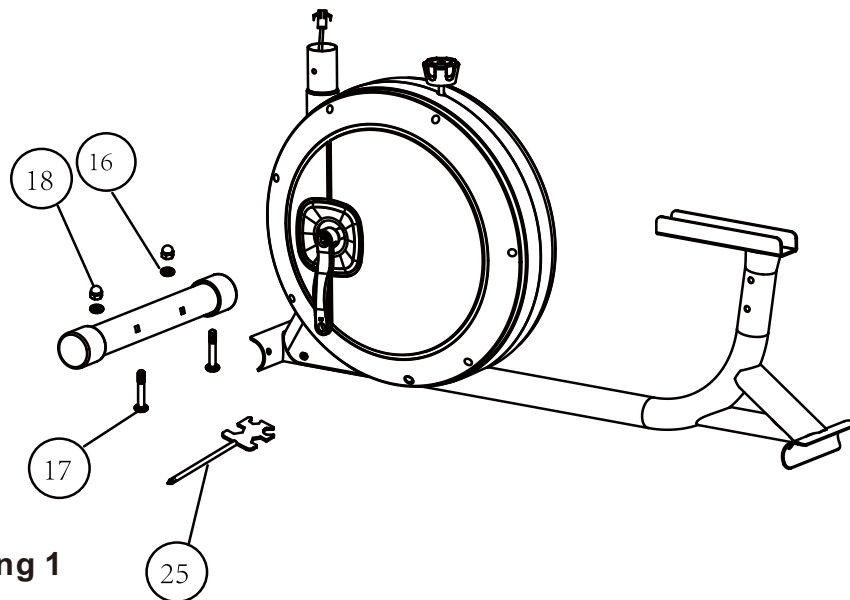

Abbildung 1
1. Verwenden Sie jeweils 2 Schrauben Nr.17 und eine Bogenunterlegscheibe Nr.16, die Abdeckung Nr.18, verwenden Sie zum Öffnen einen Kreuzschlitzschlüssel Nr.25, um die Hauptmaschinenbaugruppe Nr.01 und die vordere Fußrohrbaugruppe Nr.02 zusammen zu befestigen. Wie in Abbildung 1 gezeigt.